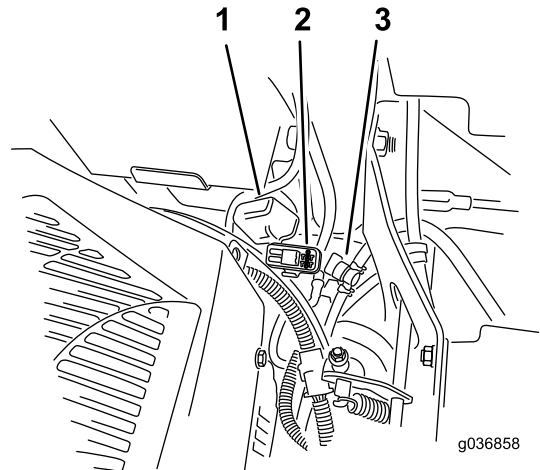

Figure 70
Los fusibles están situados en la consola de la derecha, junto al asiento (Figure 70).
2. Instale un fusible nuevo (Figure 70).